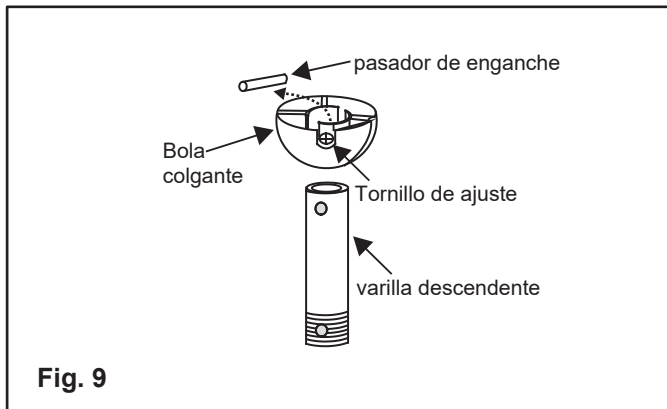

Fig. 9
5. Pase con cuidado los cables del ventilador y el cable de seguridad a través de la varilla. Enrosque la varilla en el acoplamiento del motor hasta que los orificios del pasador de seguridad estén alineados. (Fig. 9) Luego, reemplace el pasador de seguridad y asegúrelo con el clip de bloqueo. Apriete firmemente ambos tornillos de fijación. (Figura 10)